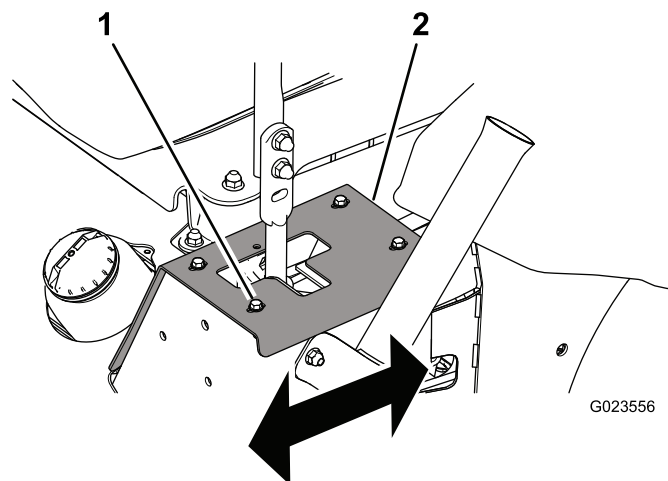

図 56
- 右にずれていく場合には、ボルトをゆるめて左ストッププレートを後ろにずらす 図 56。
- 右にずれていく場合には、ボルトをゆるめて右ストッププレートを後ろにずらす 図 56。
5. ボルトを締めてストッププレートを固定する 図 56。